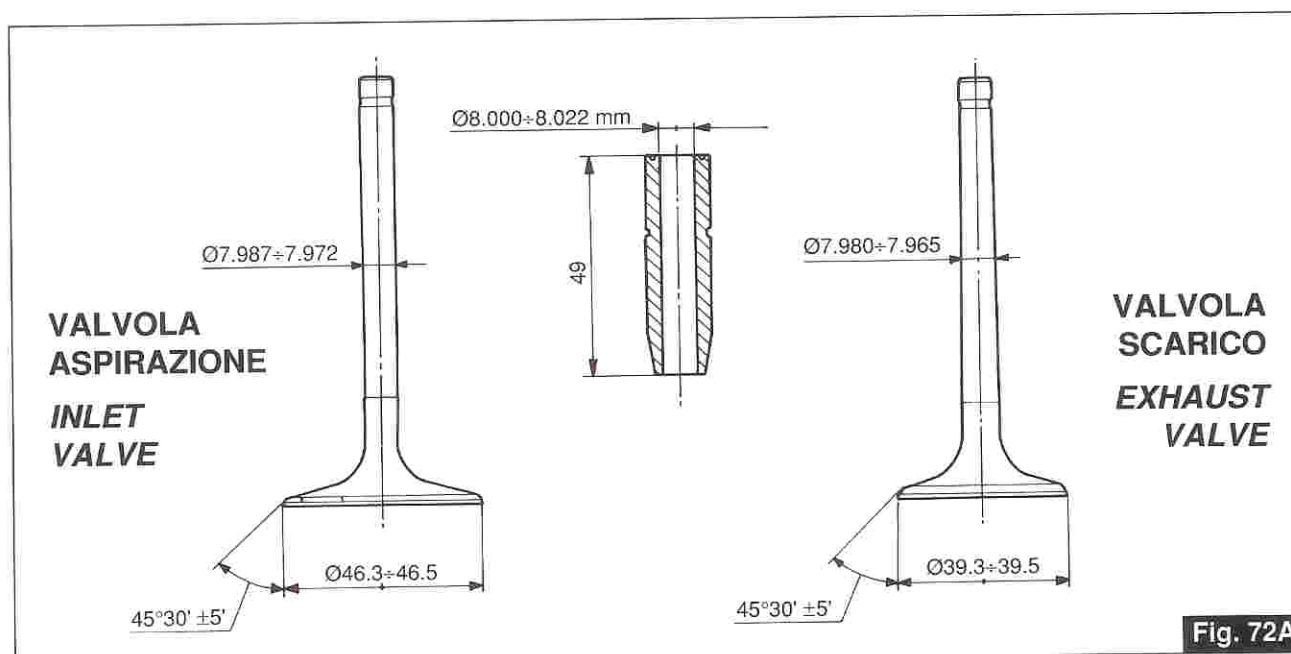

Fig. 72A
- pressare con punzone le guida valvole; ripassare i fori dove scorrono gli steli delle valvole con un alesatore, portando il Ø interno alla misura prescritta (Fig. 72A).
- press the valve guides with a punch; pass a stem borer in the holes of the valve stems, to restore the prescribed internal diameter (Fig. 72A).